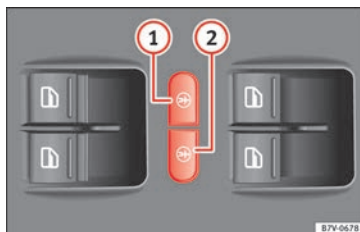

Fig. 136 Førerdøren: knapper til elektrisk børnesikring
Den elektriske børnesikring forhindrer, at skydedøre og elruderne i skydedøre kan åbnes indefra, så fx børn ikke ved en fejl kommer til at åbne en dør under kørsel. Knappen til venstre » **Fig. 136** ① og knappen til højre ② aktiverer børnesikringen bag i henholdsvis venstre og højre side.
Aktivering:	Tryk på knappen » Fig. 136 ① eller ②.